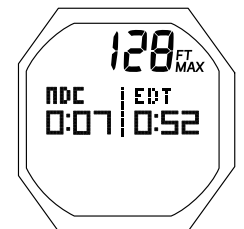

Fig. 77 - ÉCRAN SECONDAIRE DE PALIER PROFOND
**ÉCRAN SECONDAIRE DE PALIER PROFOND**, : paramètres affichés (Fig. 77)